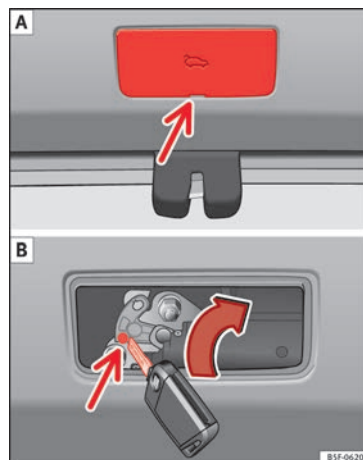

Abb. 7 Ausschnitt Gepäckraum: Zugang zur Notentriegelung
• Einen Schraubendreher in die Nut einsetzen und den Deckel entfernen » **Abb. 7 A**.
• Führen Sie den Schlüssel in die dazu vorgesehene Öffnung ein und drehen Sie diese in Pfeilrichtung, bis die Sperrklinke » **Abb. 7 B** austrastet.